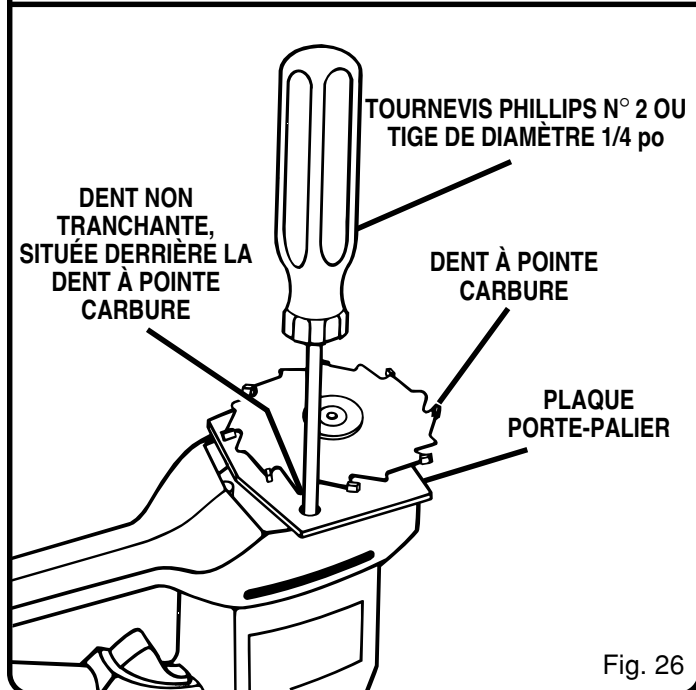

Fig. 26
8. Après avoir retiré les deux sections de la base, placez la machine d'assemblage à l'envers sur un établi, comme on le voit à la figure 26.